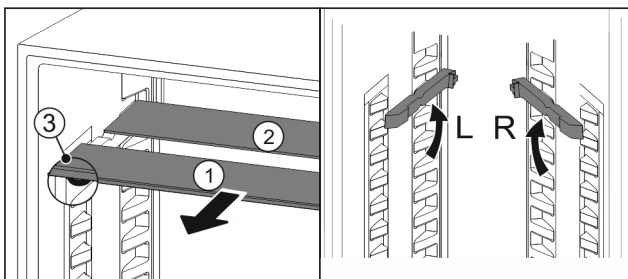

Fig. 118
- estrarre i ripiani di vetro singolarmente tirando in avanti *Fig. 118 (1)*.
- Il piano in vetro *Fig. 118 (1)* con il motivo ornamentale è nella parte anteriore.
- I fermi *Fig. 118 (3)* sono rivolti verso il basso.